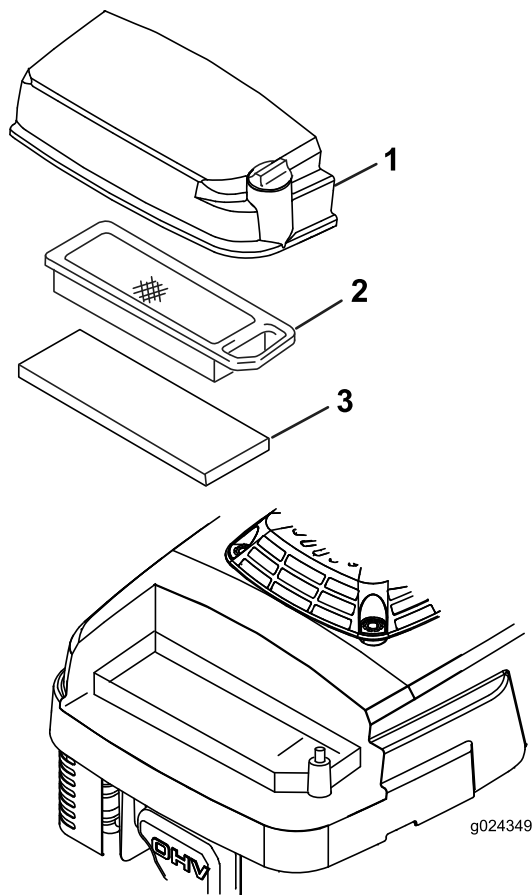

Figura 19
3. Allentate la vite sul coperchio del filtro dell'aria (Figura 19).
5. Togliete e controllate i filtri di carta dell'aria (Figura 19) e sostituiteli se sono eccessivamente sporchi.
6. Togliete il prefiltra in schiuma sintetica (Figura 19) e lavatelo con acqua e detersivo neutro, infine tamponatelo finché non è asciutto.